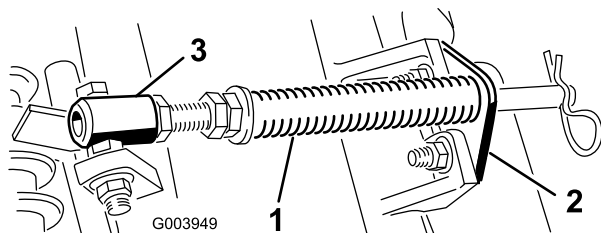

Рисунок 4
- А. Отверните два каретных болта и гайки крепления кронштейна штока к выступам режущего блока (**Рисунок 4**).
- В. Отверните фланцевую гайку крепления болта трубки пружины к выступу несущей рамы (**Рисунок 4**). Снимите этот узел.
Примечание: Головку болта следует расположить в направлении наружной стороны выступа, как показано на **Рисунок 4**.